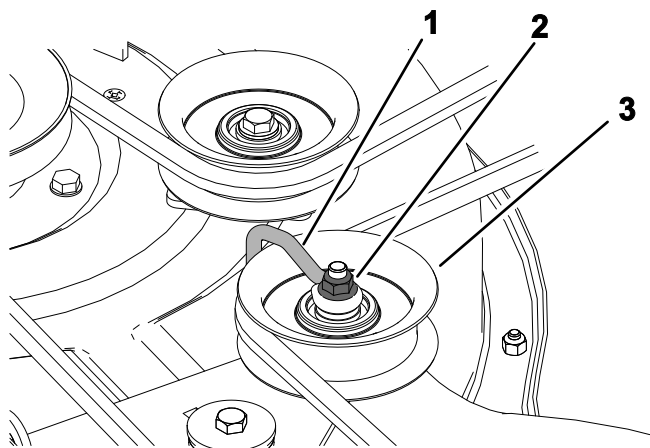

Figura 50
5. Para carcassas con 3 cuchillas, afloje la tuerca que sujeta el soporte de alambre a la polea tensora (Figura 50).
Nota: Coloque el soporte de alambre contra el brazo tensor, como se muestra en la Figura 50.